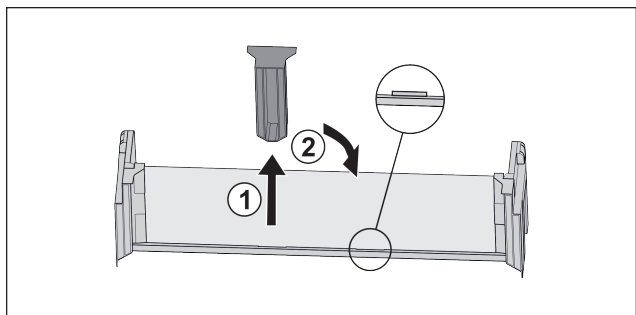

Fig. 98
- Stiahnite stredný prídržný diel Fig. 98 (1).
- Nasadíte stredný prídržný diel do druhej pozície Fig. 98 (2).